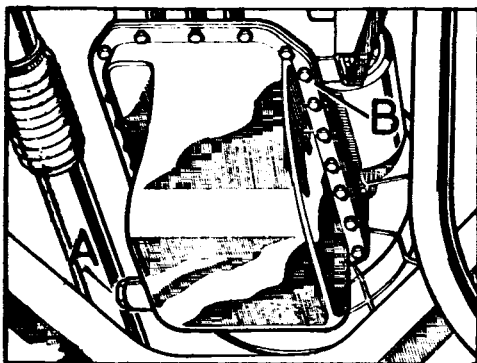

Fig. A1-88 Cáster de aceite
- 1.2. Vaciar el aceite quitando el tapón, A (Fig. A1-88).